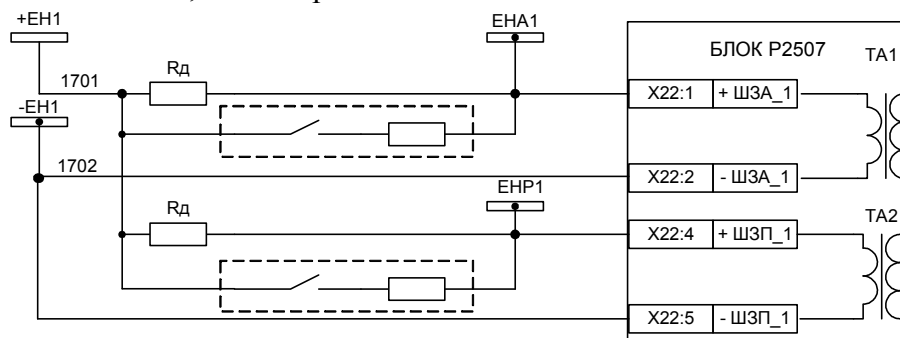

Рисунок 1.2.1
1.2.2.1 В устройстве имеется по два канала для приема импульсных сигналов с шин аварийной (ШЗА или ЕНА) и предупредительной (ШЗП или ЕНР) сигнализации (см. рисунок 1.2.1). В каналах применены специализированные датчики тока, позволяющие измерять как постоянный, так и переменный ток.